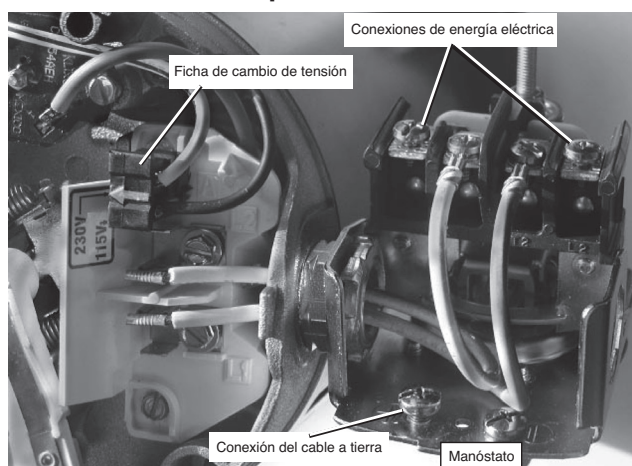

Figura 6 - Tensión configurada a 230 V, tipo ficha
4. Conecte los conductores de admisión de energía eléctrica a los dos tornillos exteriores en el manóstat, como se ilustra en la Figura 6.
5. Conecte el cable a tierra a una de las conexiones de puesta a tierra, ilustradas en la Figura 6.
4. Conecte los cables de suministro de energía al manóstat como se ilustra en la Figura 6.